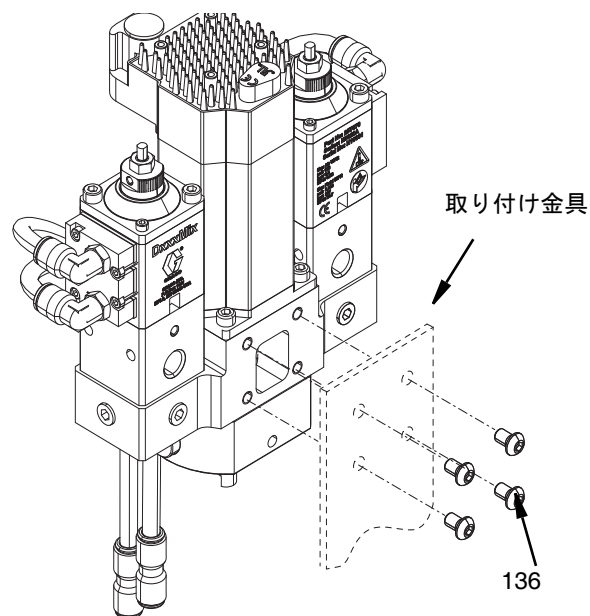

図 26
Voltex 動的混合バルブは、4 つの M6 - 1.0 x 10 ネジ (136) を緩めることにより、取り付け金具から取り外されます。図 26 を参照してください。